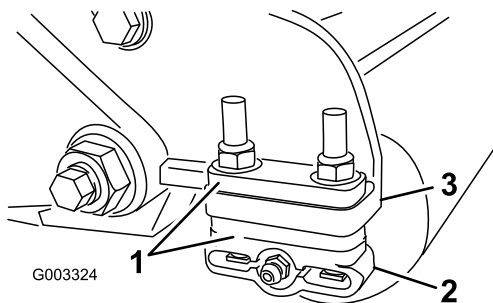

図 13
1. 希望の刈高範囲に必要な数のスペーサを刈高チャートで確認し、スペーサをサイドプレートの取り付けフランジ図 13の下に入れて、後ローラのブラケットの位置を正しくセットする図 13。